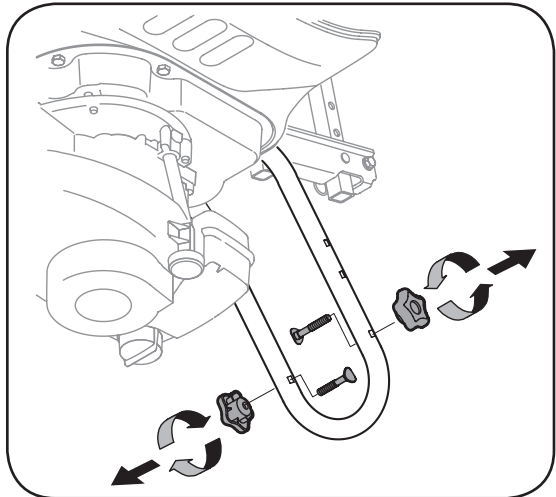

Figure 3-1: Retirez la boulonnerie qui se trouve sur le guidon inférieur.
1. Enlevez les boutons en forme d'étoile et les boulons ordinaires du guidon inférieur, Figure 3-1.